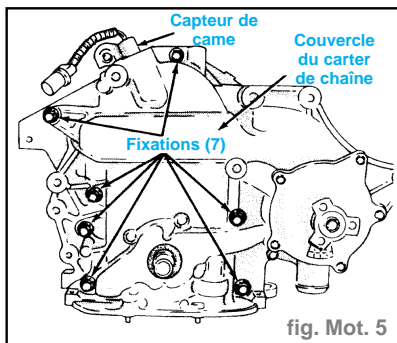

fig. Mot. 5
- Déposer le capteur de came du couvercle de chaîne de distribution (fig. Mot. 5).
- Déposer le couvercle de chaîne de distribution (fig. Mot. 5).